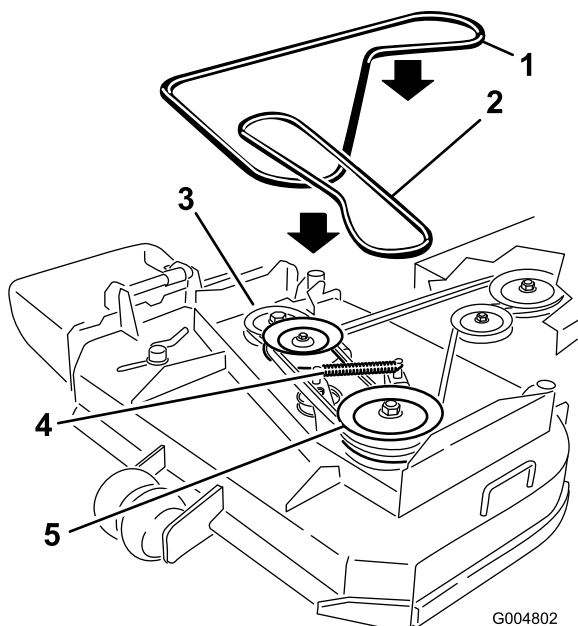

Figura 44
6. Desconecte el muelle del brazo tensor para aliviar la tensión de dicho brazo y de la polea tensora; retire la correa del cortacésped desgastada (Figura 44).
7. Instale la nueva correa del cortacésped alrededor de las dos poleas de eje exteriores, la polea tensora y en la ranura inferior de la polea de eje doble (Figura 44).
8. Conecte el muelle al brazo tensor (Figura 44).
10. Ajuste la guía a 3 mm de la correa (Figura 44).